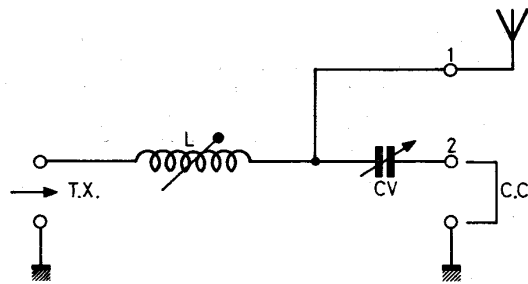

Fig. 11 – Le coupleur de W3SAI : pour une antenne courte, on enlève le court circuit et on se branche en 2.
- le coupleur de **W6SAI** (fig. 11) qui n'est en fait qu'un réseau en L, ou un circuit LC série avec l'antenne dans le cas des antennes courtes.